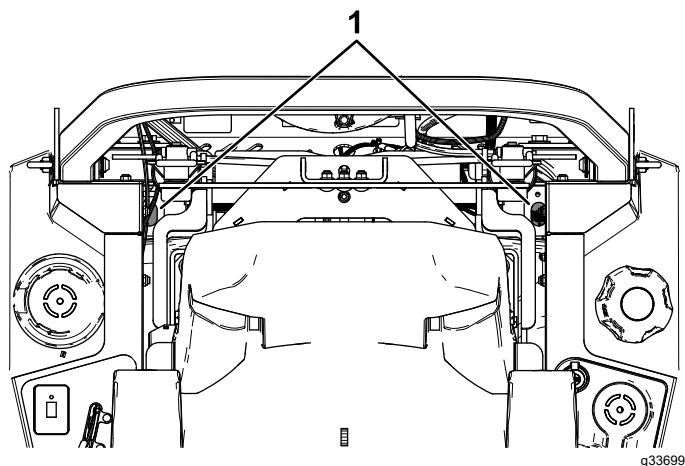

Figura 71
4. Utilice una extensión y una llave de vaso de 7/16" para acceder al tapón de ventilación desde la parte superior de la máquina a través de los orificios situados cerca de los soportes de la barra antivuelco (Figura 71).